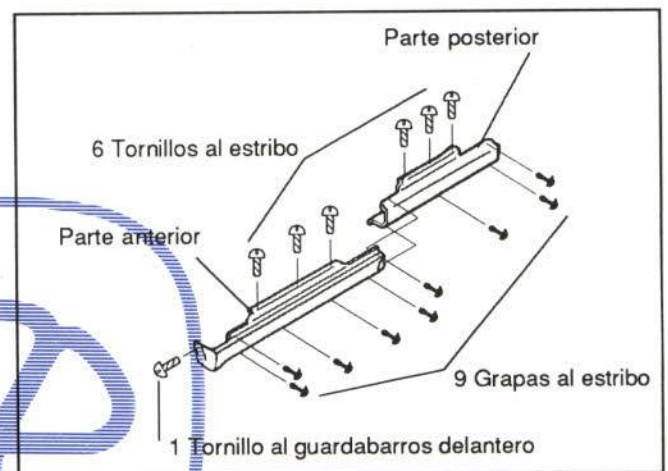

Figura 22.- Unión de estribera delantera
- Estribera delantera (figura 22)